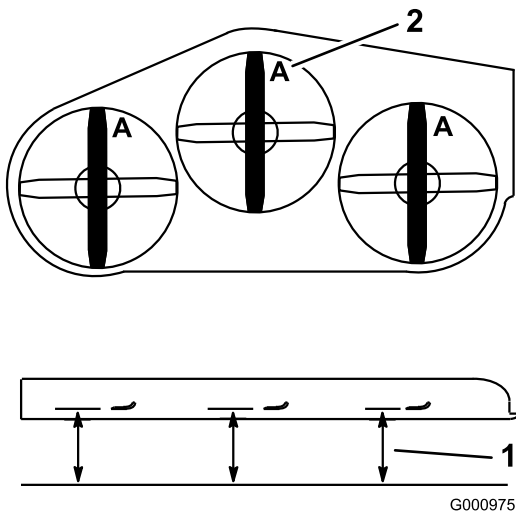

Figure 97
3. Tournez les lames dans le sens longitudinal (Figure 97).
4. Mesurez la distance entre la surface plane et le tranchant (position **A**) des lames (Figure 97).